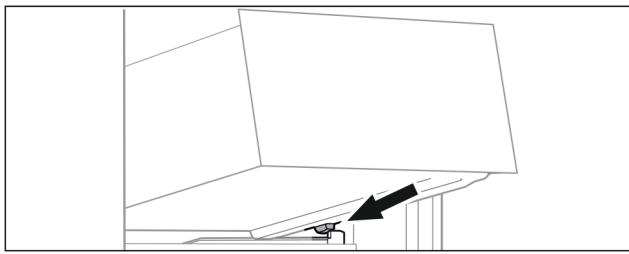

Fig. 69
- Schubfach schräg hinter den Stopfern auf Behälterrippe aufsetzen. (siehe Fig. 69)